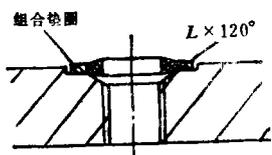

图 5
②接口螺纹倒角设计不合理,造成组合密封圈中的部分或全部密封部位失效(图5),因而起不到密封作用。改进措施:加深密封